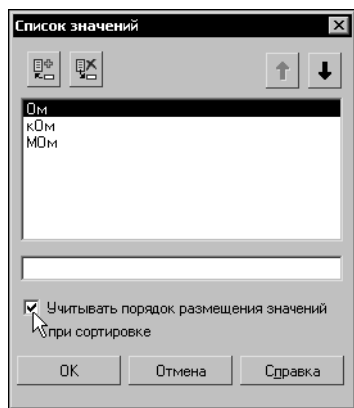

Рис. 21.10.
2.1. При вводе списка значений для седьмой колонки расположите строки в порядке: Ом, кОм, МОм (рис. 21.10). При необходимости воспользуйтесь кнопками **Переместить значение в список вверх** и **Переместить значение в список вниз**, находящимися над списком.